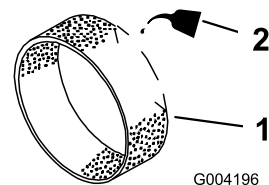

Figure 31
3. Imbibez le préfiltre de 30 à 60 ml d'huile (Figure 31).